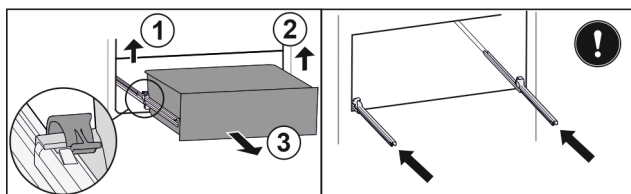

Fig. 103
- Linker klem optillen en gelijktijdig lade links naar voren trekken. Fig. 103 (1)
- Rechter klem optillen en gelijktijdig lade rechts naar voren trekken. Fig. 103 (2)
- Lade naar voren toe verwijderen. Fig. 103 (3)